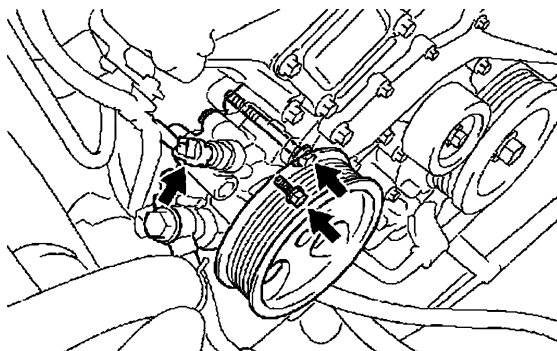

图 22-7 拆卸动力转向泵
- 11) 按照图 22-7 所示, 拆卸动力转向泵总成:
- ① 断开动力转向压力开关接头。
- ② 拆卸 2 个螺栓, 拆下动力转向泵。